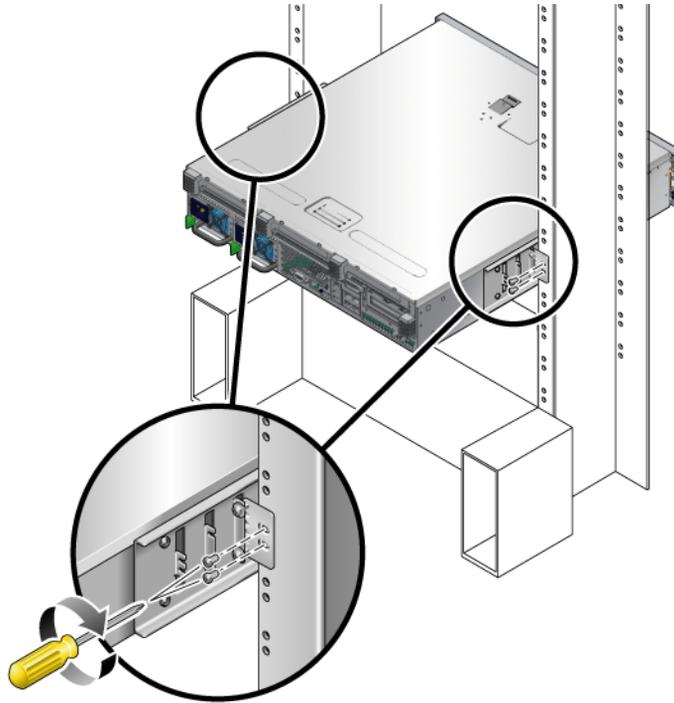

ABBILDUNG 4-13 Befestigen der Rückplatte am Rack
- d. Befestigen Sie die andere Seite der Rückplatte mit zwei Schrauben an der Rückseite der Stütze (ABBILDUNG 4-13).